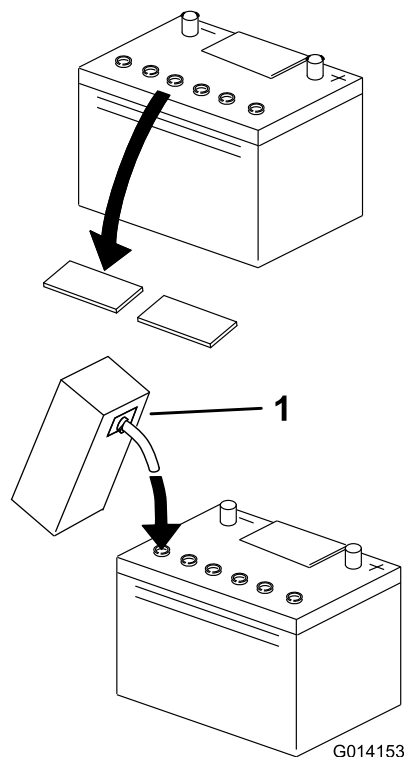

Figura 4
4. Limpe a parte superior da bateria e retire as protecções das aberturas de ventilação (Figura 4).
5. Encha cuidadosamente cada célula com electrolito até ao nível adequado (Figura 4).
9. Se necessário, encha cuidadosamente cada célula até ao nível adequado (Figura 4).